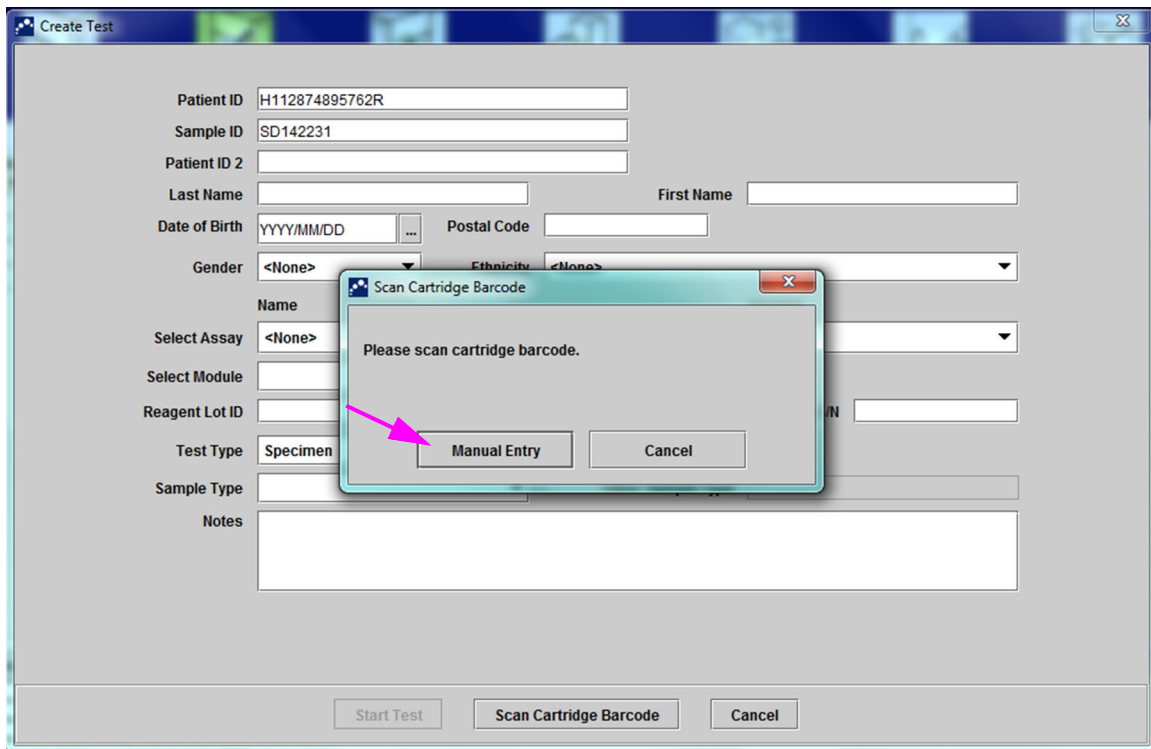

Figura 5-21. Caseta de dialog Scanare cod de bare cartuș
3. Scanați codul de bare cu ID-ul probei folosind scannerul de coduri de bare furnizat. Consultați Secțiunea 5.5. Apare caseta de dialog Scanare cod de bare cartuș (Scan Cartridge Barcode). Consultați Figura 5-21.